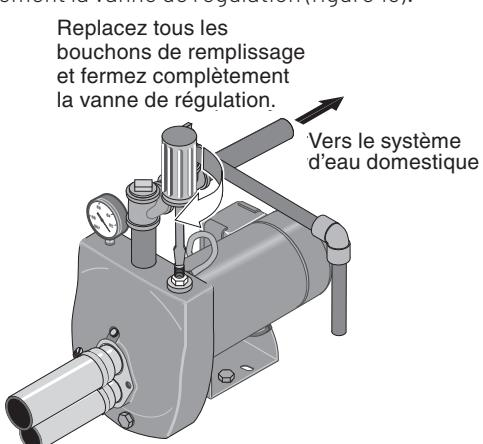

Figure 13 : Amorcer la pompe
2. Replacez tous les bouchons de remplissage et fermez complètement la vanne de régulation (figure 13).